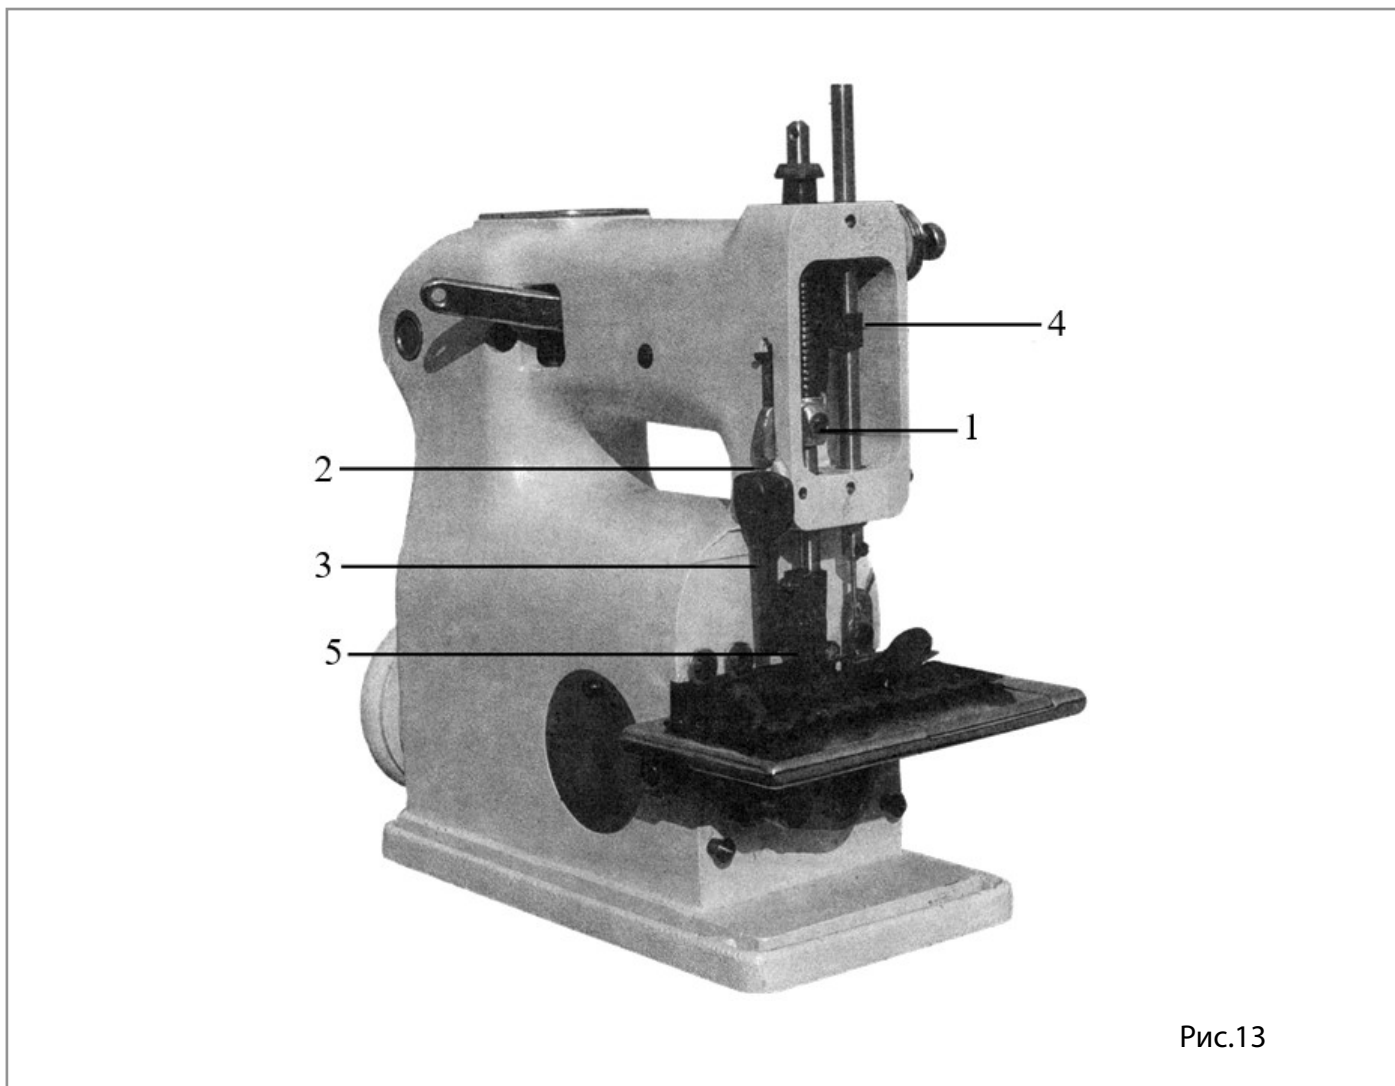

Рис.13
Если прижимная лапка слишком высоко расположена и не соприкасается с одеялом, то необходимо опустить прижимную лапку. Для регулировки высоты прижимной лапки, ослабьте винт (1) и (5) (рис.13).
При шитье толстых материалов высоты подъема лапки недостаточно для продвижения материала. Если вам необходимо увеличить высоту подъема лапки , во-первых, надо ослабить винт (1) на направляющем стержне (см. рис.13).